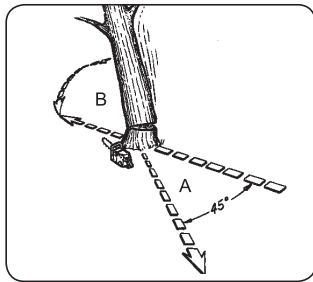

Fig. 10A
**! MISE EN GARDE:** Lors de la coupe finale et avec l'approche de la tronçonneuse de la charnière, l'arbre commencera à tomber. Quand la chute est amorcée retirez la tronçonneuse du trait d'abattage, arrêtez le moteur, laissez la tronçonneuse par terre et quittez la zone de travail par la voie de retraite (Fig. 10A).